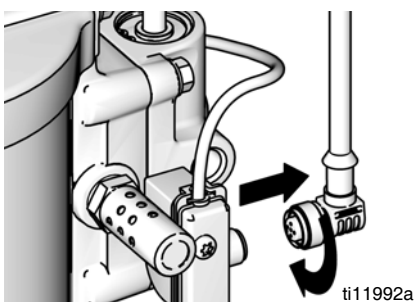

FIG. 33. Desconecte el DataTrak
1. Desatornille el cable de la parte trasera del contacto eléctrico. Consulte FIG. 33.